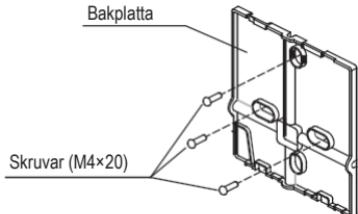

Fig. 3-5
- För exponerad montering: Sätt fast bakplattan på väggen med de tre skruvorna (M4x20) och pluggarna. (Fig.3-5)